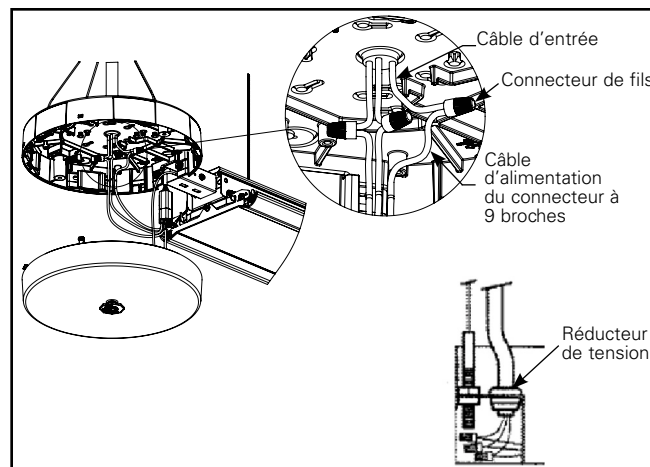

Figure 9.
7. À l'aide des connecteurs de fils approuvés, connectez les fils d'alimentation et de gradation, le câble du détecteur au bloc-piles et (ou) le câble de l'interrupteur d'essai en cas d'urgence (figure 9). Fixez les fils d'alimentation électrique avec le réducteur de tension. Confirmez que toutes les connexions de câblage sont correctes.